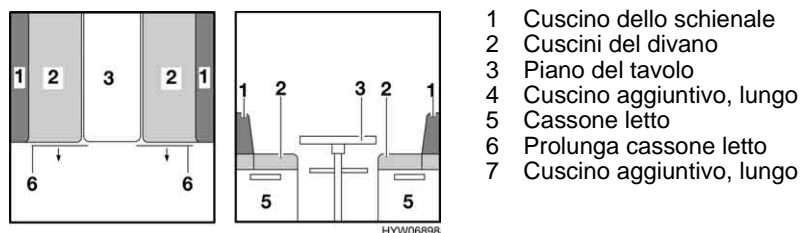

Fig. 93 Prima della trasformazione
- Sollevare leggermente il piano del tavolo in avanti (Fig. 93,3).